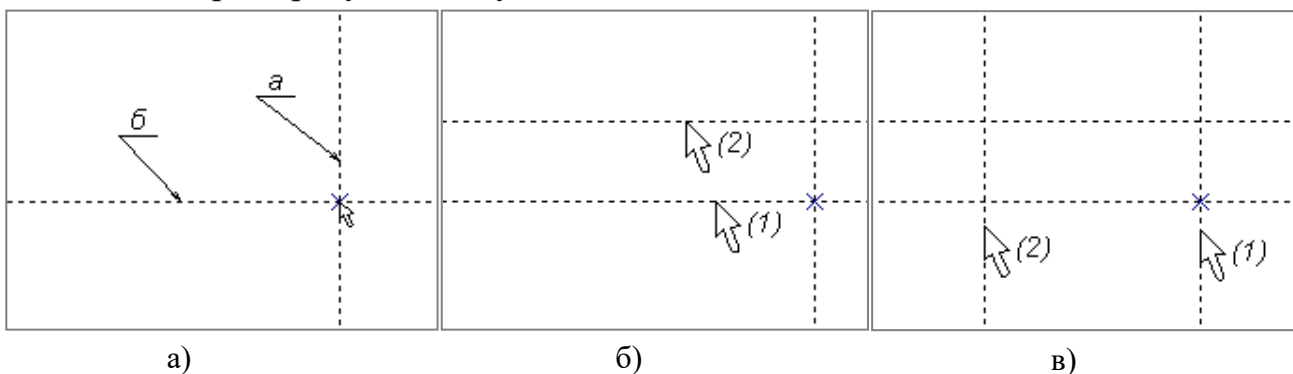

Рисунок 5 – Порядок построения перпендикулярных и параллельных прямых
2.1.2 Постройте две перпендикулярные прямые «а», «б» и 2D узел в точке их пересечения. Порядок построения: выбрать опцию в автоменю, затем поместить курсор в нужном месте экрана (рисунок 5а), нажать левую клавишу мыши, далее для выхода из опции построения двух перпендикулярных прямых нажать один раз правую кнопку мыши.
2.1.3 Постройте горизонтальную прямую параллельно заданной. Порядок построения: выбрать базовую горизонтальную прямую (1), не выходя из команды построения бесконечных прямых, затем переместить курсор в нужное место экрана и нажать левую кнопку мыши (2) (рисунок 5б).
2.1.4 Постройте вертикальную прямую. Порядок построения: выбрать базовую вертикальную прямую (1), затем переместить курсор в нужное место экрана и нажать левую кнопку мыши (2) (рисунок 5в).